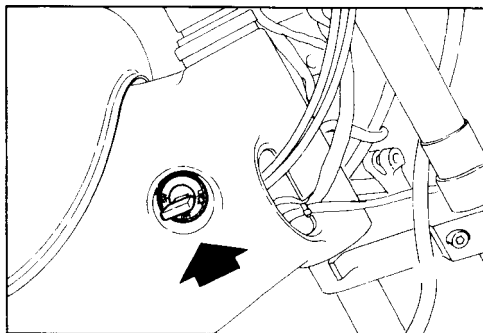

Fig. 5
- blocchetto di accensione / bloccasterzo (fig. 5)